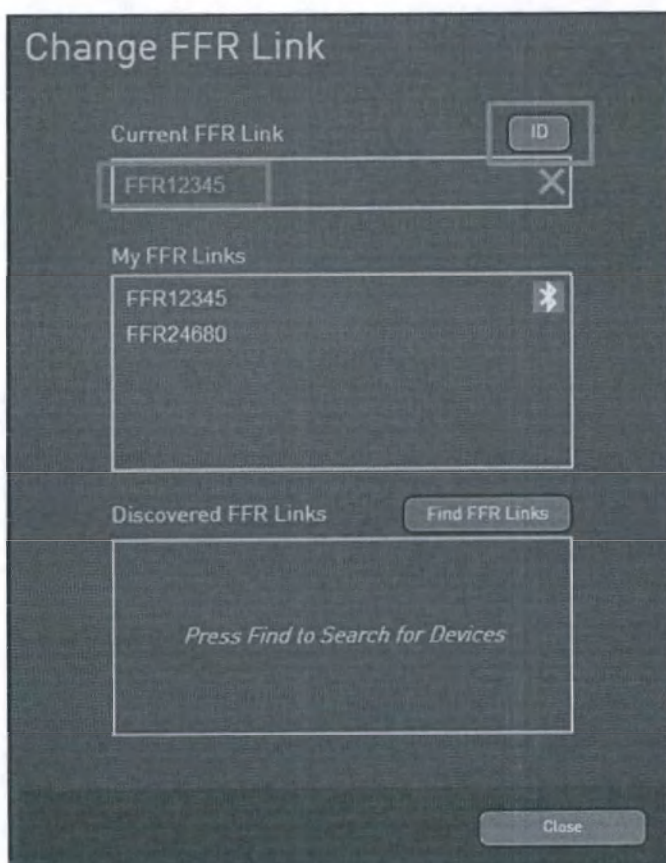

Рисунок 2-14: Соединение с модулем ФРК в настоящее время и кнопка ИИ
Появится окно **«Изменение модуля ФРК»**, в котором отображается название текущего модуля ФРК в части окна **«Текущее модуль ФРК»**. См. Рисунок 2-14.
2. Нажмите кнопку **ID** над частью окна «Текущее модуль ФРК», показанного на Рисунок 2-14.